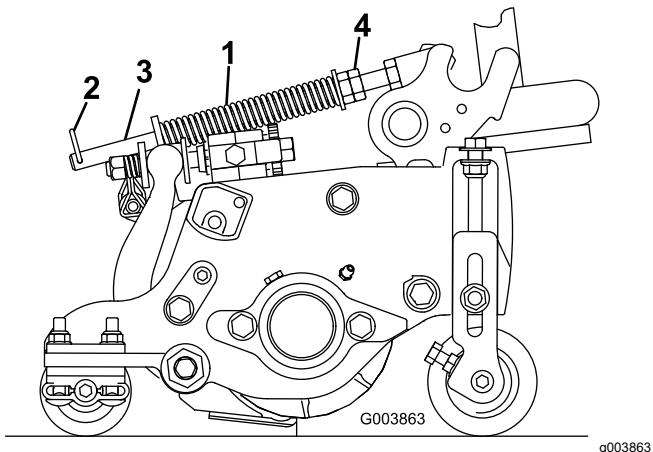

Figura 21
La molla di compensazione per il manto erboso (Figura 21) trasferisce inoltre il peso dal rullo anteriore a quello posteriore, per contribuire a ridurre l'ondeggiamento del manto erboso, detta anche fluttuazione o bobbing.
1. Verificate che la coppiglia sia montata nel foro posteriore dell'asta della molla (Figura 21).
2. Serrate i dadi esagonali sul lato anteriore dell'asta della molla, finché la lunghezza compressa della molla non è di 15,9 cm; fate riferimento a Figura 21.